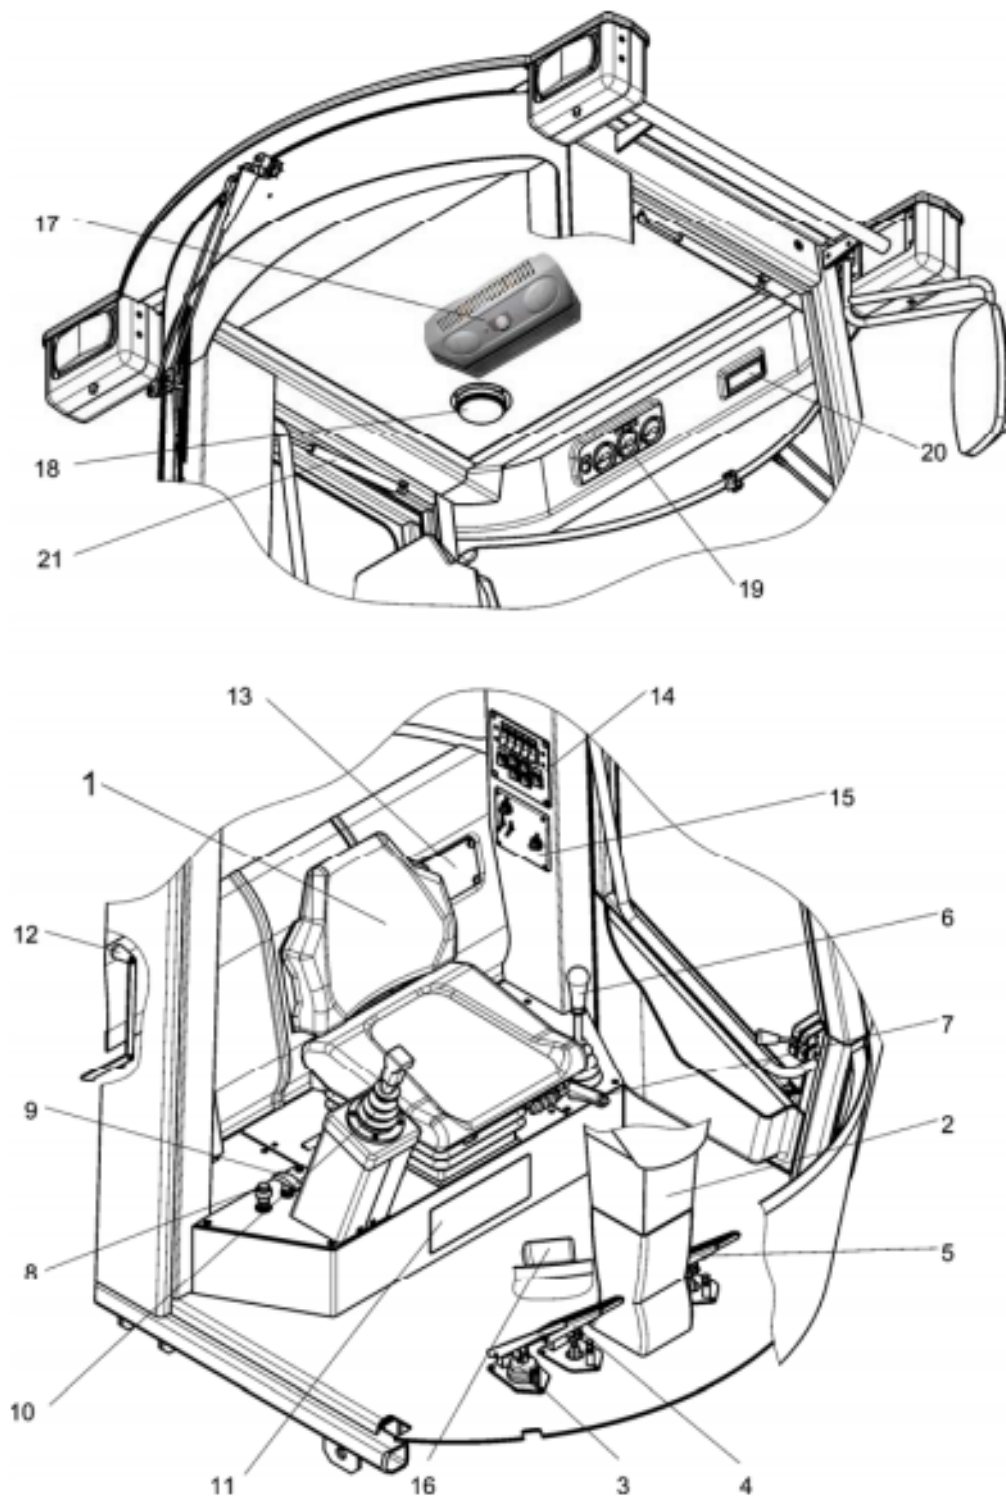
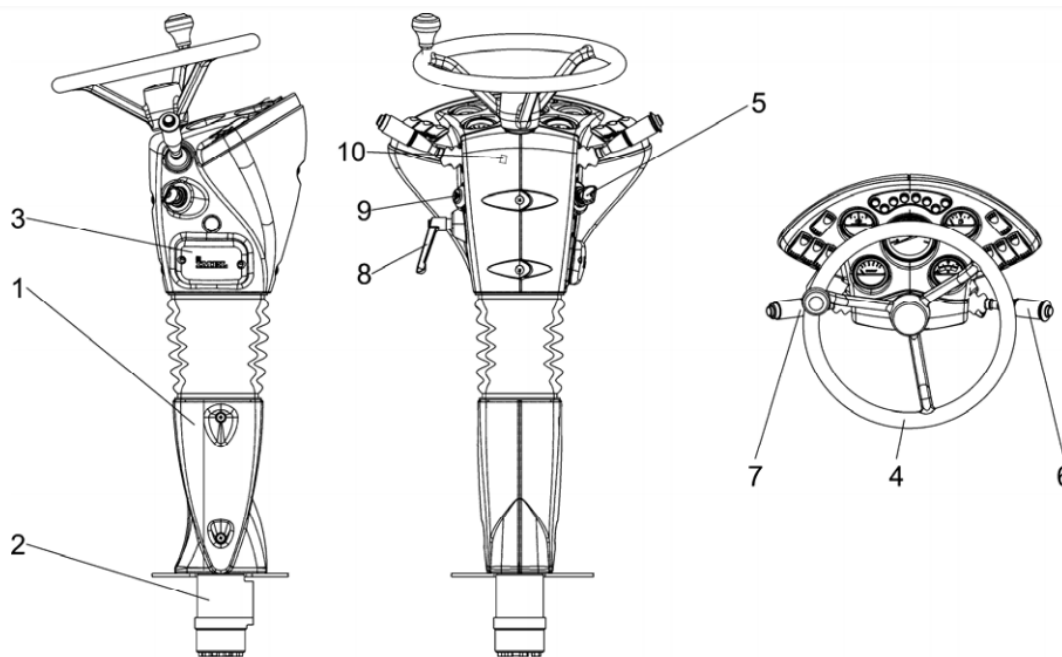
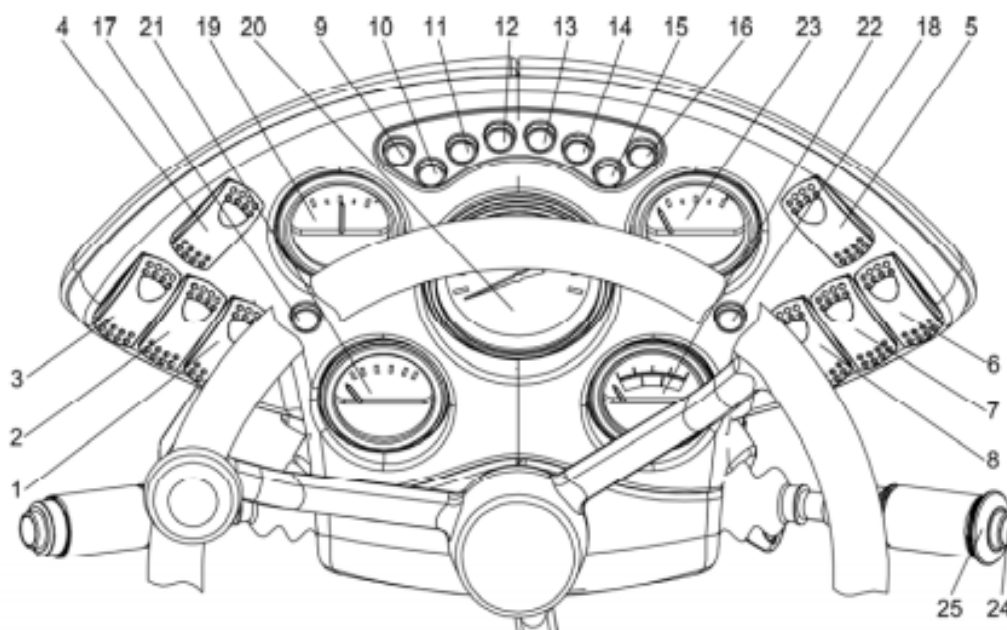

Fig. 3.2 Lugar de trabajo del operador:
Fig.3.3 Columna de dirección IMEL:
Fig. 3.6 Tablero de instrumentos de la columna de dirección:
El puesto de trabajo del operador (Fig. 3.2), está montado en el marco de la cabina e integrado en la máquina. Consta de controles, asiento, sistema de visualización y HVAC. Algunos espacios para extintores, también se proporcionan botiquines de primeros auxilios y documentos.
- empuñadura de control del implemento adjunta 10 (Fig. 3.2);
El motor se puede arrancar con la palanca de control de la caja de cambios 7 (Fig.3.3) Posición "neutral" solamente.
El movimiento de la cargadora se controla con la columna de dirección 2 (Fig. 3.2), la palanca de control de la caja de cambios 7 (Fig. 3.3), pedal de freno 4 (Fig.3.2), palanca de freno de estacionamiento 7.
La columna de dirección IMEL (Italia) consta de la carcasa 1 (Fig. 3.3.), El reductor HIDRÁULICO M + S 2, volante 4, instrumentos, interruptores e indicadores.
El interruptor de arranque de bloqueo 5 se encuentra en la columna de dirección derecha. Antes de comenzar, inserte una llave dentro bloquee este interruptor de arranque y corte en "tierra" con el botón 14 en el panel de interruptores (Fig. 3.2). Tal clave puede girarse para ajustar en cinco posiciones como sigue: P - 0 - 1 - 2 - 3:
La máquina está equipada con frenos de servicio hidroneumáticos de emergencia accionados por emergencia. Deprimir pedal 4 (Fig. 3.2) para detener la cargadora en el modo de transporte y pedal 5 - en el modo de funcionamiento. Estos pedales están montados de tal manera que al presionar el pedal izquierdo 5 en el modo de operación el pedal 4 acciona una válvula de freno y apaga la transmisión.
Presione el freno de estacionamiento 7 (Fig. 3.2) para detener el cargador en los terminales. El freno de estacionamiento está accionado mecánicamente. Levante la manija del freno de mano tanto como sea posible para detenerse y palanca del freno de mano hacia abajo tanto como sea posible para soltar el freno.
Para controlar la transmisión hidromecánica, use la manija 7 (Fig.3.3) ubicada en la dirección columna. Utilice el interruptor 3 (Fig. 3.6) para seleccionar el modo de control de la caja de cambios requerido (manual o automático)
Utilice el interruptor 3 (Fig. 3.6) en el tablero de la columna de dirección para seleccionar el control de la transmisión. modos (manual o automático).
Los siguientes controles se utilizan en el tablero de la columna de dirección (Fig. 3.6):
Utilice la manija 10 (Fig. 3.2) ubicada a la derecha del asiento del operador para controlar los cilindros hidráulicos de los implementos adjuntos.